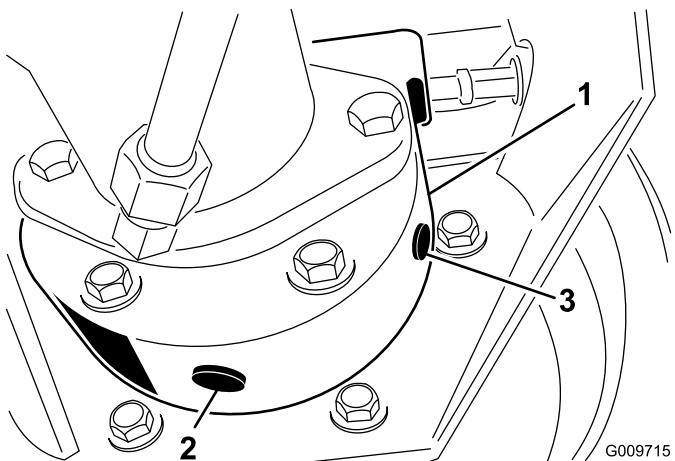

Figure 39
3. Placez un autre bac de vidange sous le carter de frein de l'autre côté de la roue (Figure 39).